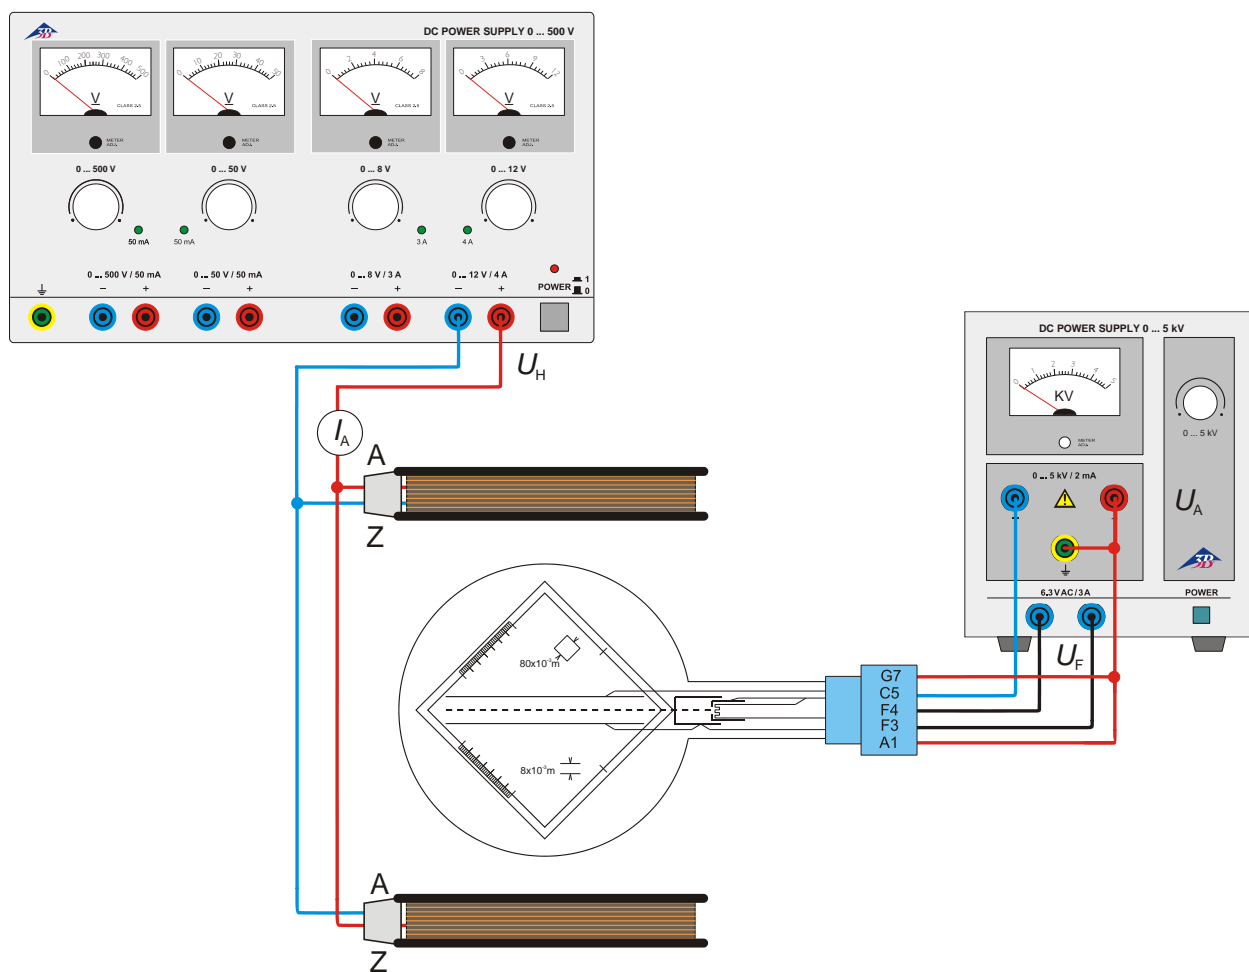

Fig. 2 Deflessione magnetica
- Cablare il tubo come indicato nella fig. 2.
- Struttura di prova come da fig. 2.